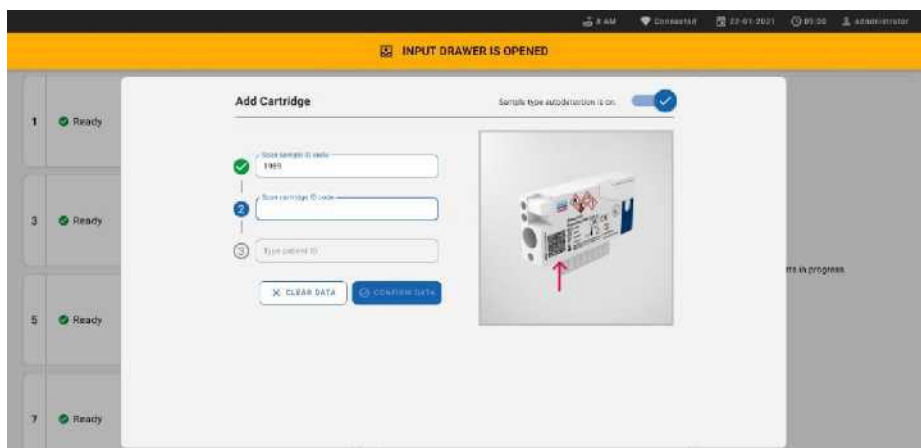

Рис. 57. Экран сканирования идентификатора картриджа
8. После ввода штрих-кода идентификатора образца отсканируйте штрих-код картриджа QIAstat-Dx Respiratory SARS-CoV-2 Panel, который будет использоваться (положение указано стрелкой). QIAstat-Dx Rise автоматически распознает анализ, который необходимо выполнить, на основе штрих-кода картриджа QIAstat-Dx Respiratory SARS-CoV-2 Panel (рис. 57).